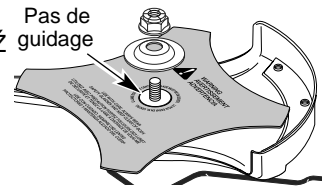

Fig. 11
4. Placez la lame de coupe sur la bague de l'arbre de sortie (Fig. 11).
5. Assurez-vous que la lame de coupe est centrŽe sur le pas de guidage et qu'elle repose ^ plat contre la bague de l'arbre de sortie (Fig. 11).